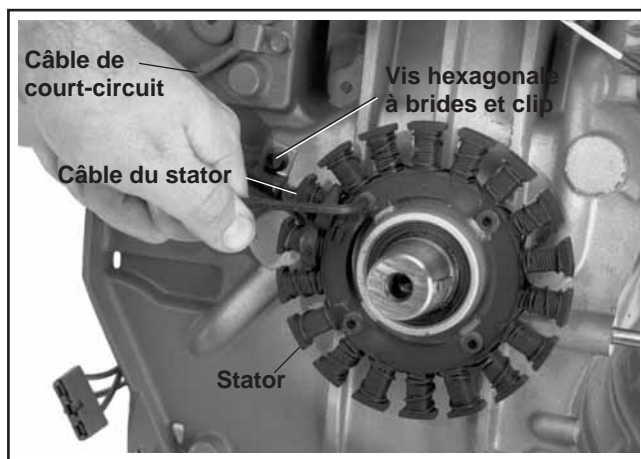

Figure 11-24. Installation du stator.
1. Positionner les câbles du stator vers le trou dans le carter. Insérer les câbles du stator à travers le trou vers l'extérieur du carter. Voir la figure 11-24.